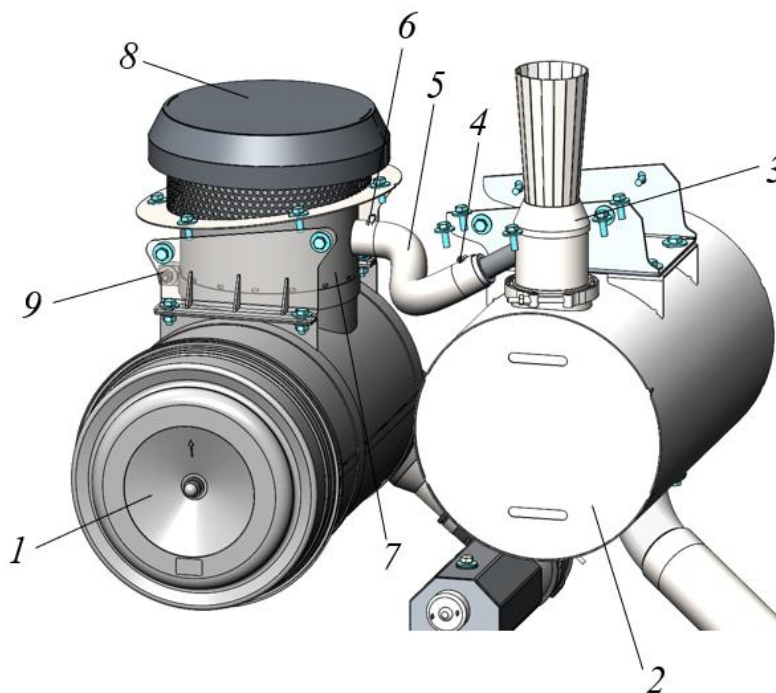

Рисунок 5.20. Эжекционная система очистки воздуха
- ▶ Ослабить червячные хомуты соединительного рукава 4 и 6, рис. 5.20.